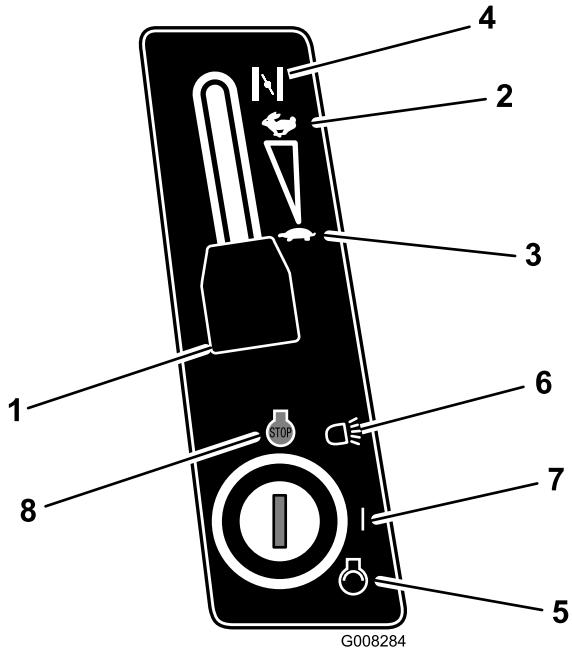

Figura 12
- Per avviare il motore a freddo spostate la leva di comando dell'acceleratore in posizione Starter (Figura 12).
- Portate la leva di comando dell'acceleratore in posizione Slow (Figura 12).
- Girate la chiave di accensione in senso orario e tenetela in posizione Start (Figura 12). Rilasciatela quando il motore si accende.
- Quando il motore è acceso, spostate lentamente la leva di controllo dell'acceleratore in posizione Fast (Figura 12).
- Portate la leva di controllo dell'acceleratore in posizione Slow (Figura 12).
- Girate la chiave di accensione in posizione Off (Figura 12).